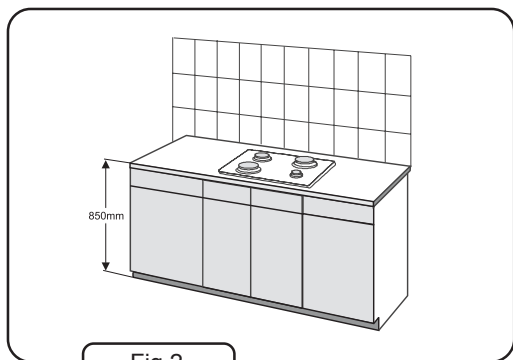

Fig.2
3. L'appareil devrait être encastré dans le plan de travail à la hauteur qui ne dépasse pas 850 mm. Le mur de la cuisine étant en contact avec la table devrait être fait des matières non inflammables (fig.2)